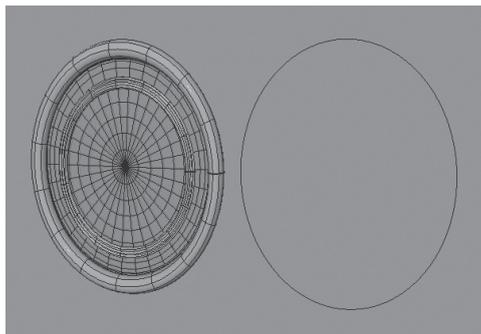

图 3-17
Step 04 执行菜单【曲线】>【复制曲面曲线】命令，单击工具栏中的【移动工具】按钮，将新复制的线框移动到另一侧，案例制作完成，效果如图 3-17 所示。